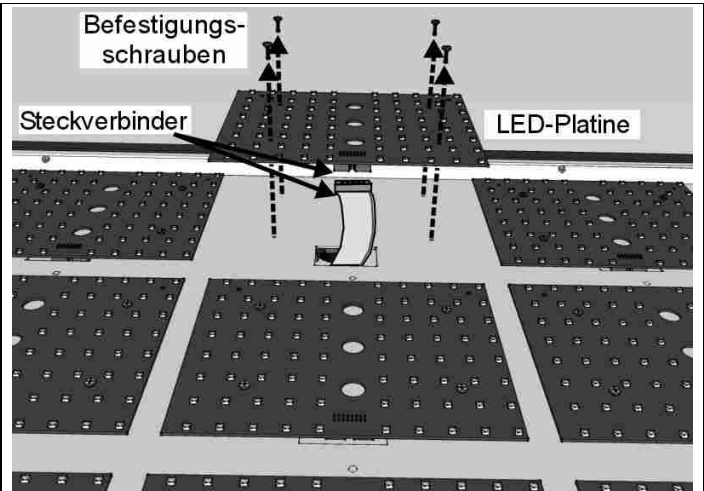

Abb. 15: Ersetzen einer LED-Platine
2. Mit dem Kreuzschraubenzieher die Befestigungsschrauben der zu ersetzenden Platine abschrauben (Abb. 15); die Platine etwas von ihrer Aufnahme entfernen, um den Steckverbinder des Flachanschlusskabels herausziehen zu können.